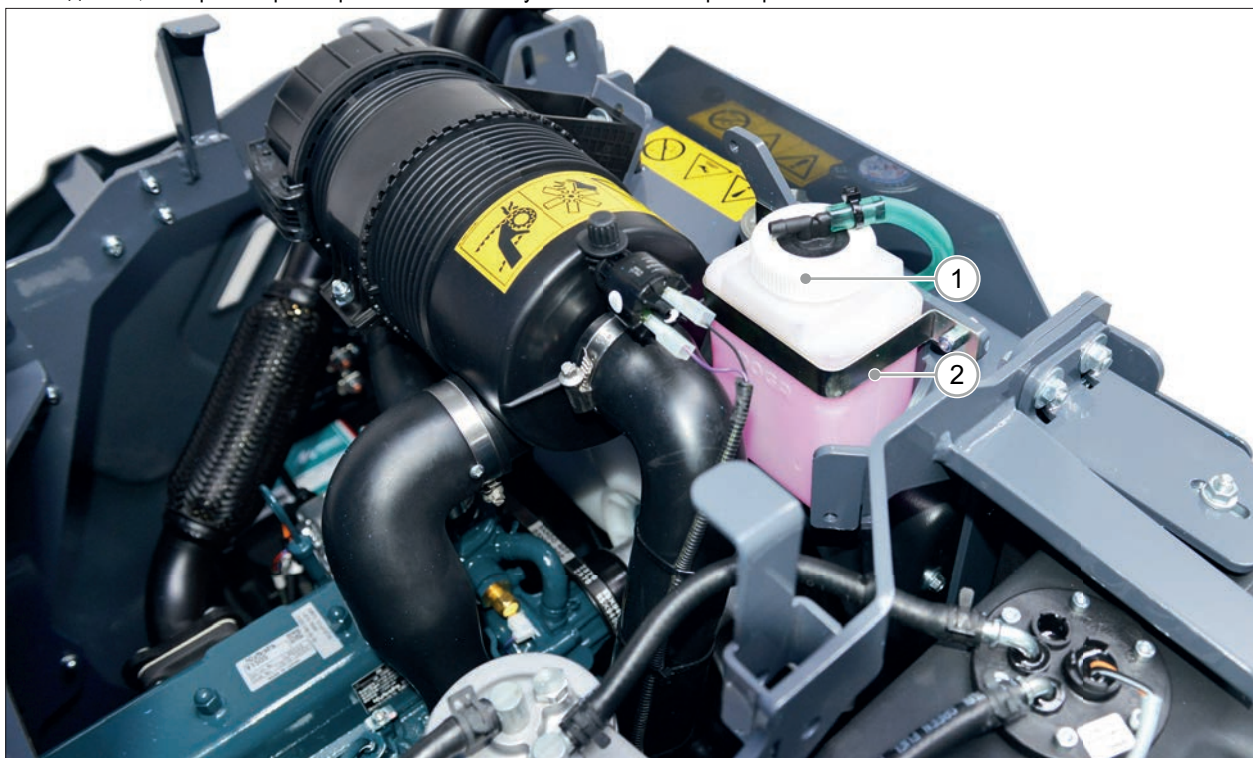

РИС. 60
- 4) Уровень охлаждающей жидкости холодного двигателя в расширительном бачке (РИС. 60 – Сс. 1) должен находиться между двумя отметками (РИС. 60 – Сс. 2)